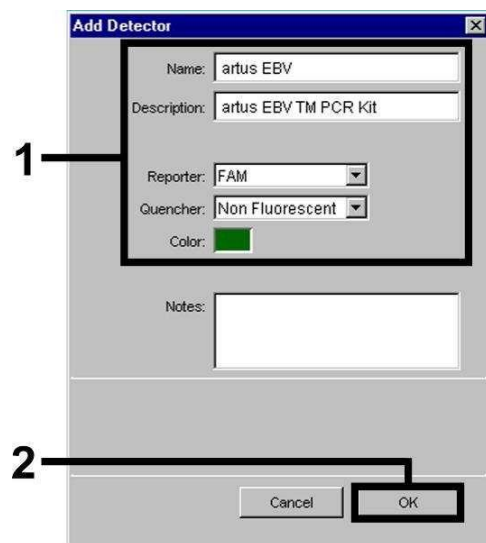
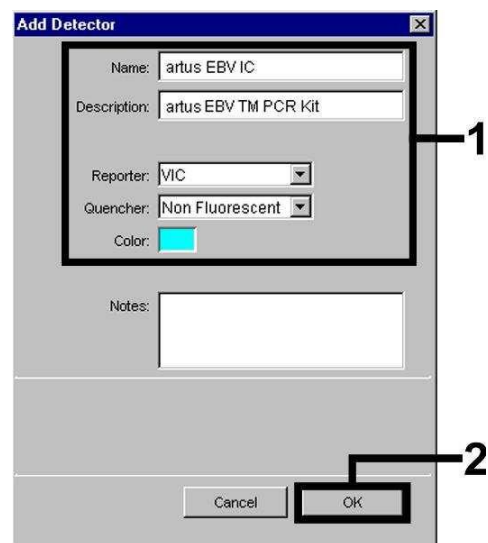
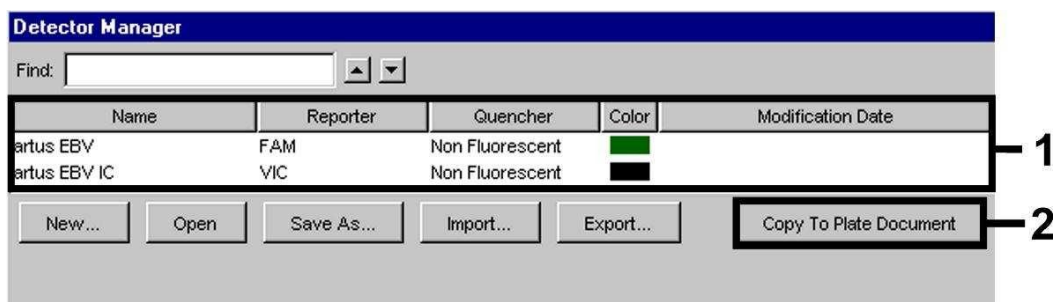

Fig. 17: Creación del fluorocromo específico del EBV (*Detector Manager*).
Fig. 18: Creación del fluorocromo específico del *Control interno* (*Detector Manager*).
Fig. 19: Selección de los fluorocromos (*Detector Manager*).
Para detectar el ADN del EBV, defina la combinación Reporter/Quencher **FAM/Non Fluorescent** en la ventana que aparece ahora (como se indica en la Fig. 17). Para detectar el *Control interno* seleccione la combinación **VIC/Non Fluorescent** (véase la Fig. 18). Al confirmar los datos (OK), regrese al *Detector Manager*. Marque los fluorocromos recientemente seleccionados y transfiera cada selección al nivel *Setup* haciendo click sobre la opción *Copy to Plate Document* (véase la Fig. 19). Cierre la ventana (Done).